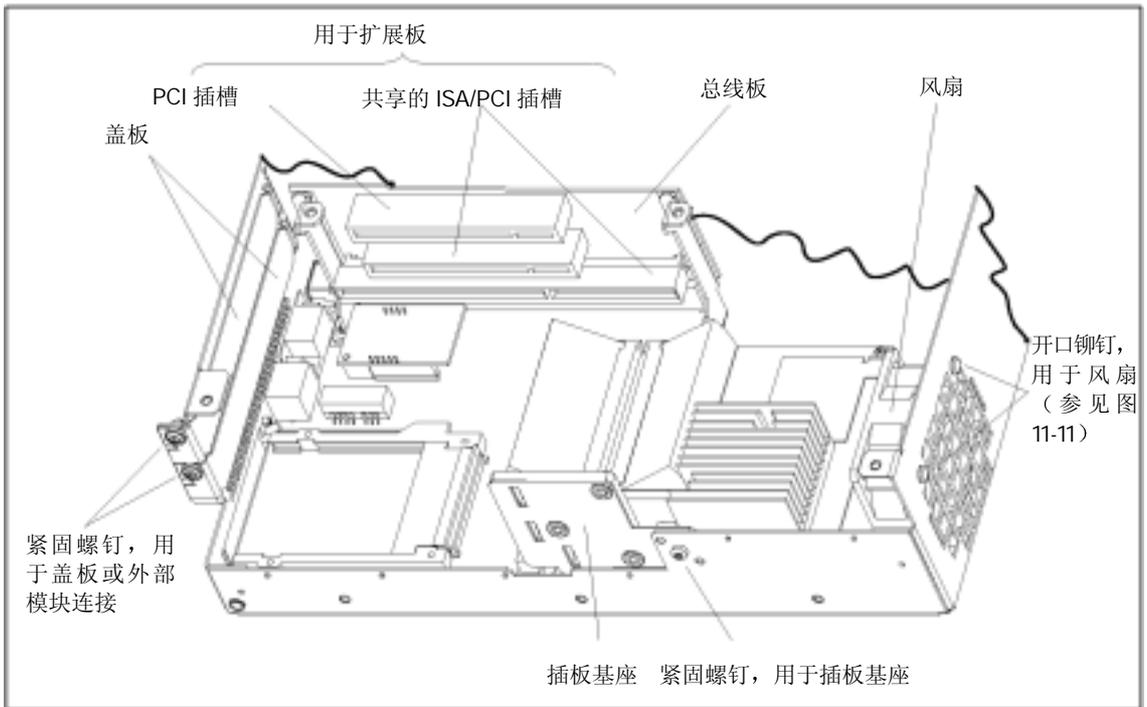

图 11-18 扩展板插槽
PCU50 用于根据 AT/PCI 规格设计的模块（参见图 11-18）。
2. 松开紧固螺钉，取下模块基座，然后向内压塑料支架（如果在上面），从而从槽口拔出（参见图 11-18 和 11-19）。